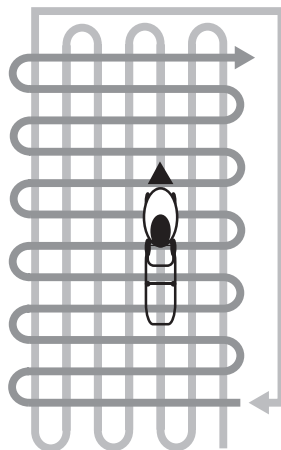

Рис. 22 Схема скашивания высокой и/или загущенной травы
5. При скашивании в тяжелых условиях (п. 3,4) рекомендуется двигаться медленнее или проводить повторный покос с меньшей высотой скашивания. На Рис. 22 представлена схема движения газонокосилки при скашивании высокой и/или загущенной травы.